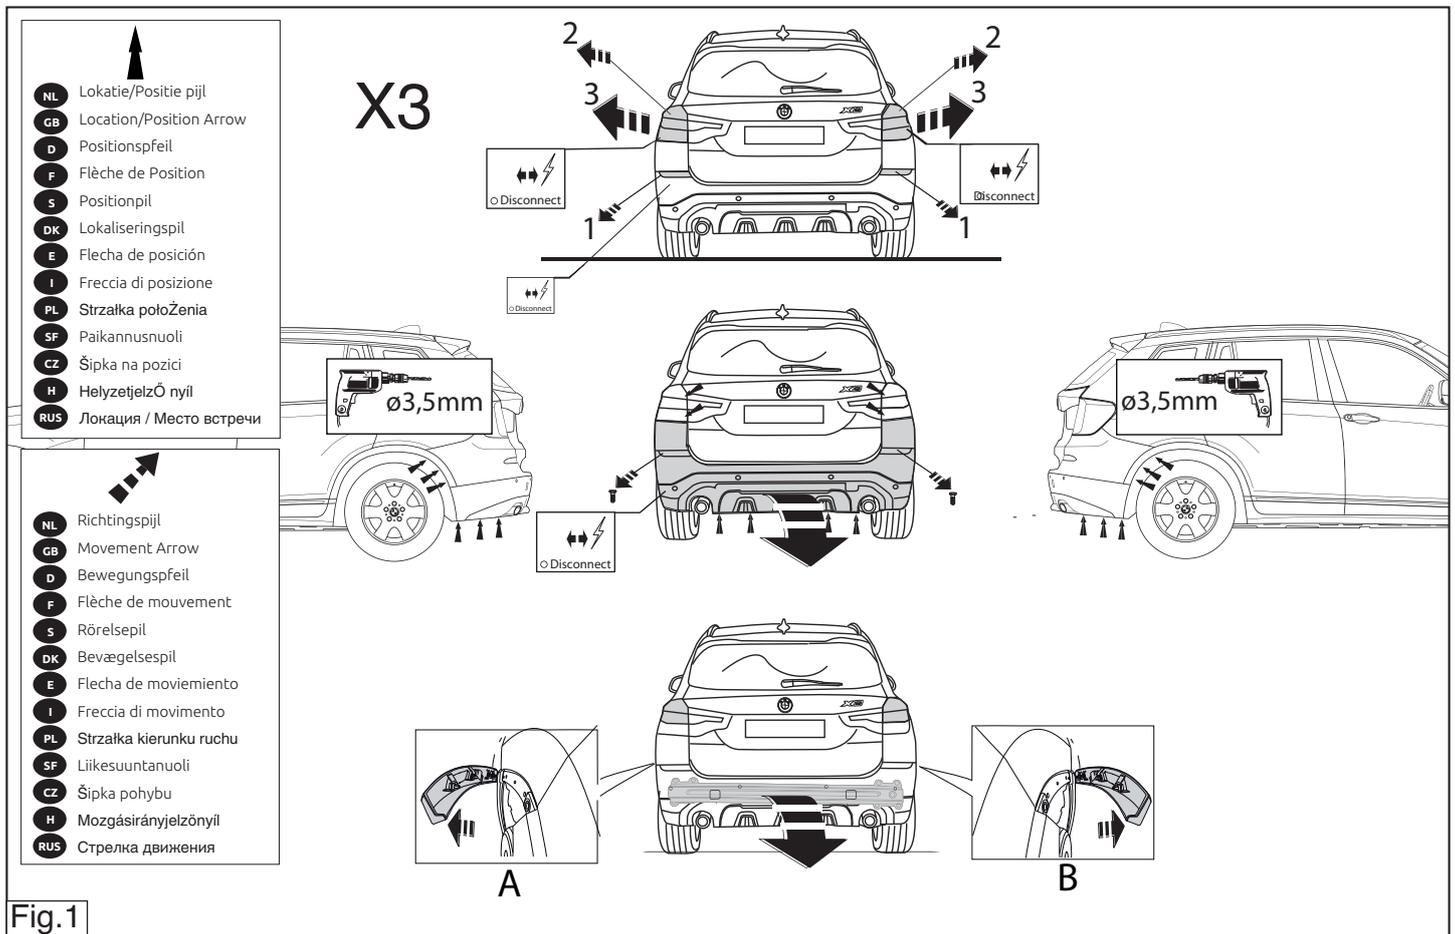

Fig.1
1. Demonter baglysenhederne. Demonter kofangeren, inklusive køretøjs stålstødbjælke. Denne bliver overflødig. Se fig. 1
1. Снять оба блока задних фар. Снять бампер вместе со стальным брызгным брусом автомобиля; брызгный брус больше не понадобится. См. рисунок 1.
potrzebna. Patrz rysunek 1.